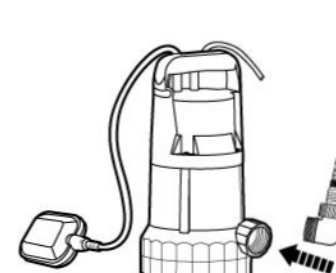

Fig. 1
- > Vissez le connecteur [2] sur l'embout de sortie [4] de l'appareil (Fig. 1), et serrez-le manuellement jusqu'à ce que le joint soit bien serré.